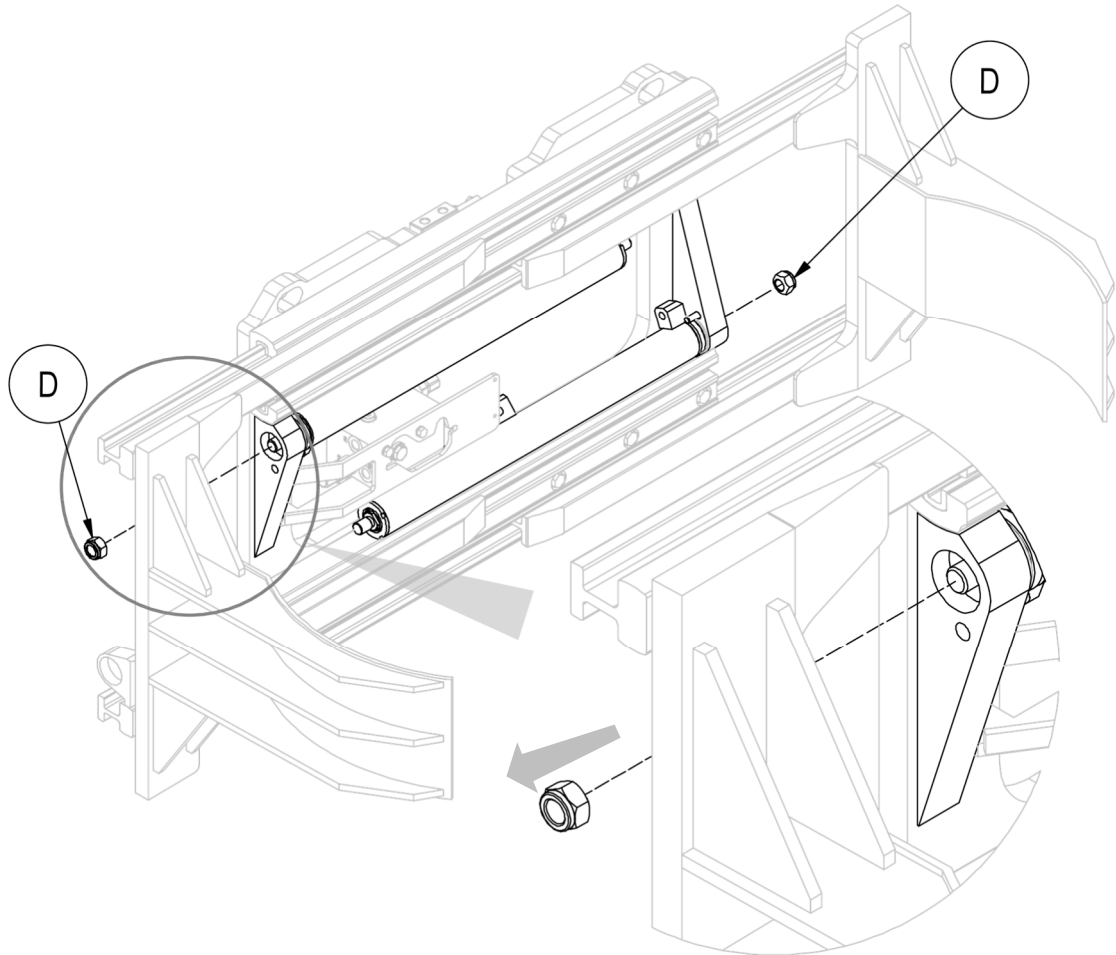

Figure 48
7. Retirer les écrous **D** qui relient les vérins à la structure de l'équipement et retirer les vérins eux-mêmes, en veillant à ne pas les endommager (voir *Figure 48*).